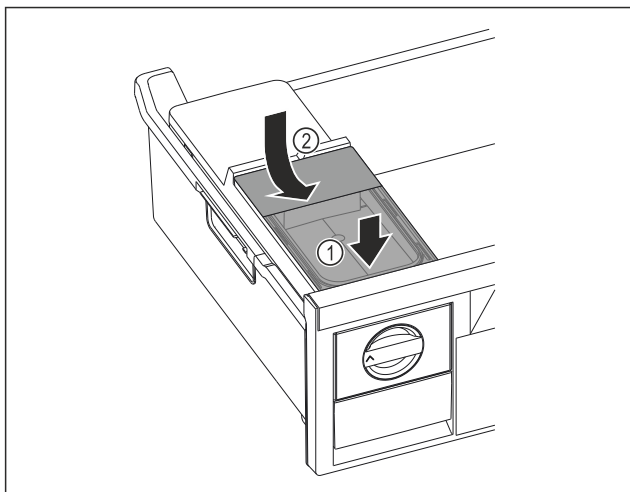

Fig. 111
- ▶ Elöl tegye fel a víztartályt. Fig. 111 (1)
- ▶ Hátul engedje le a víztartályt. Fig. 111 (2)